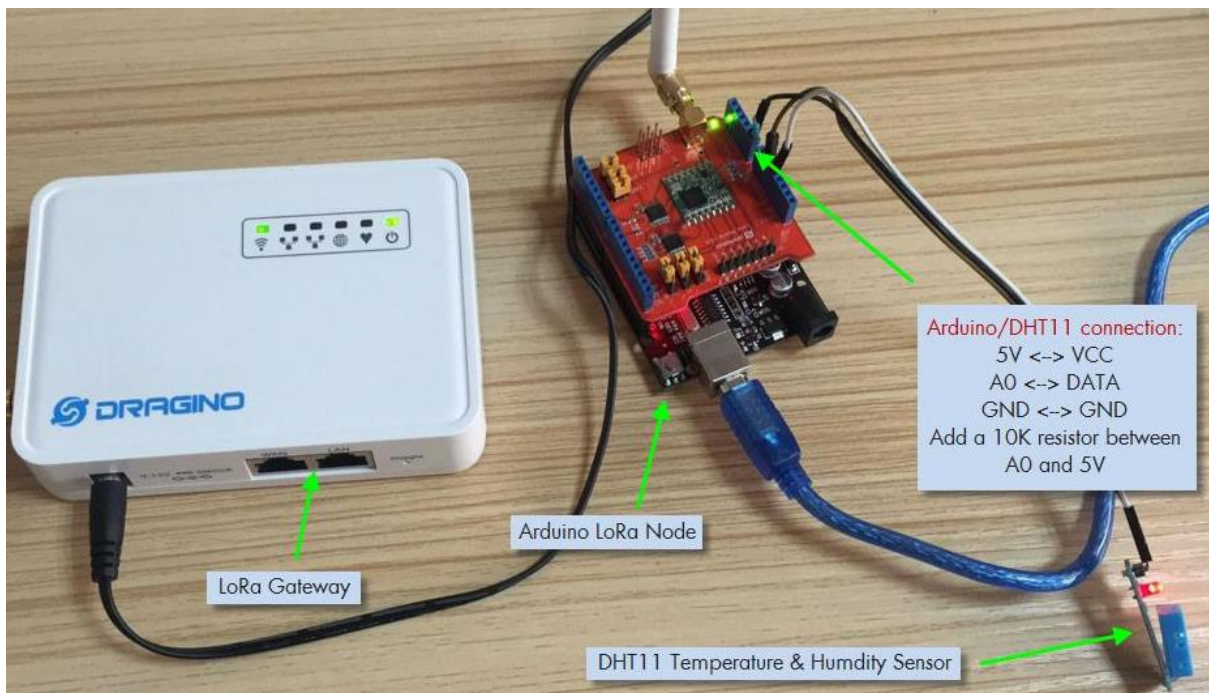

Figure 6 : Montage complet et branchement du capteur DHT11 avec la carte Arduino UNO.
1. Brancher le capteur DHT11 à une Arduino UNO selon le schéma donné en Fig. 6.